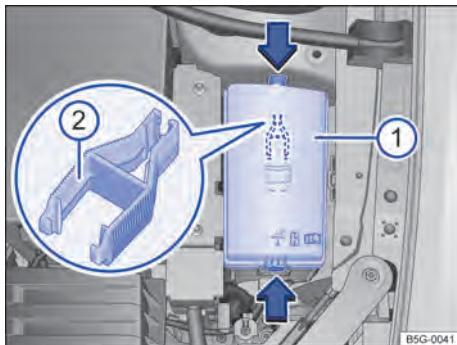

Fig. 171 No compartimento do motor: cobertura 1 da caixa de fusíveis com pinça de plástico 2.
- Pressionar as travas no sentido da seta → Fig. 171 1, para destravar a cobertura da caixa de fusíveis.
No lado interno da cobertura da caixa de fusíveis no compartimento do motor pode haver uma pinça de plástico → Fig. 171 2 para a retirada dos fusíveis.